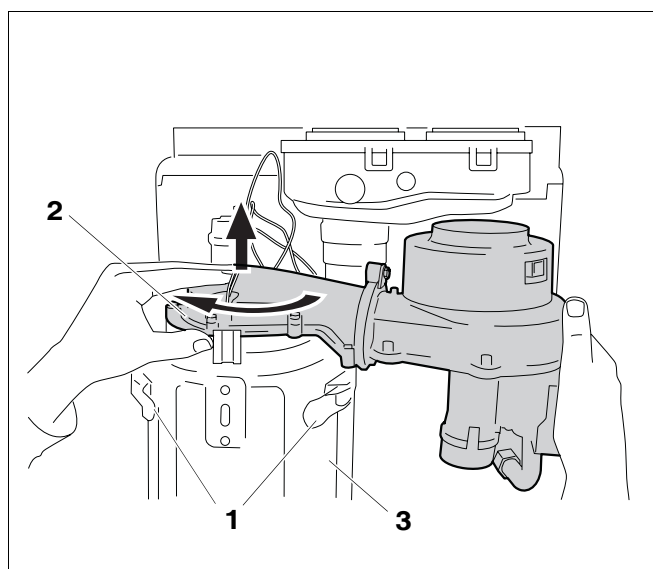

Abb. 47 Gasarmatur demontieren
- Gas-Lufteinheit (KombiVent) um eine viertel Umdrehung nach vorne drehen (Bajonettverschluss) (Abb. 47, **Pos. 2**) und nach oben aus dem Wärmetauscher heben.
- Bei **BK 15 WK**: Schnellverschlüsse (Abb. 47, **Pos. 1**) lösen und Vorderschale (Abb. 47, **Pos. 3**) des Wärmetauschers abnehmen.